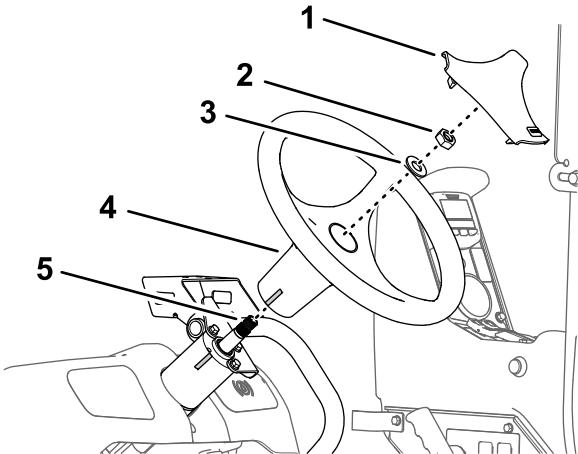

Рисунок 163
1. Совместите отметку липкой лентой на рулевом колесе с отметкой липкой лентой на корпусе клапана рулевого управления (Рисунок 163).
2. Установите рулевое колесо на вал клапана рулевого управления (Рисунок 163) с помощью шайбы (5/8 дюйма) и гайки (5/8 дюйма), снятых при выполнении пункта 3 в разделе Демонтаж рулевого колеса (страница 80).